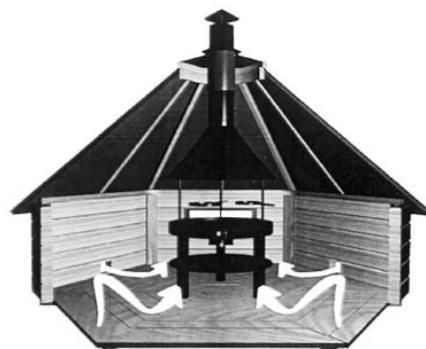

Рисунок 16
Один из наименее удачных вариантов организации притока свежего воздуха – оставить зазор между полом и дверью, сделать щели при укладке половой доски или проделать отверстия в нижней части стен (см. рисунок 16). Воздух в данном случае будет поступать слишком интенсивно, в результате чего образуются вихревые потоки распространяющие дым по помещению. Кроме того, зимой холодный воздух будет дуть по ногам.
2. Закрепите самый большой по размеру воротник – воротник, перекрывающий зазор между кровлей и проходным элементом, - в прорези в верхней части проходного элемента (рисунок 16). Проденьте язычок воротника проходного элемента в прорезь, выведите его наружу и зафиксируйте (загните его), во избежание ослабления крепления воротника (рисунок 17).
(рисунок 16)